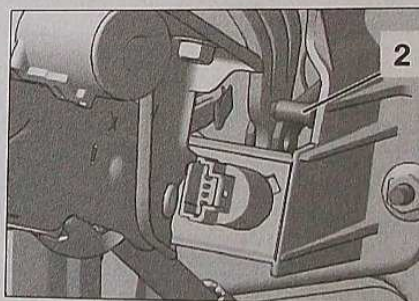

FIG.2
- L'axe (2) de la commande des freins (Fig.2).